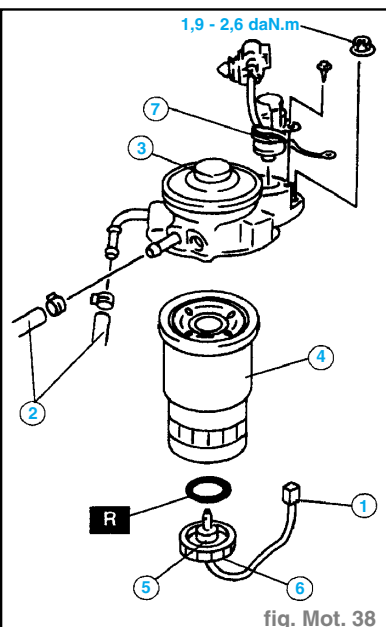

fig. Mot. 38
- Effectuer la dépose dans l'ordre indiqué. (fig. Mot. 38)